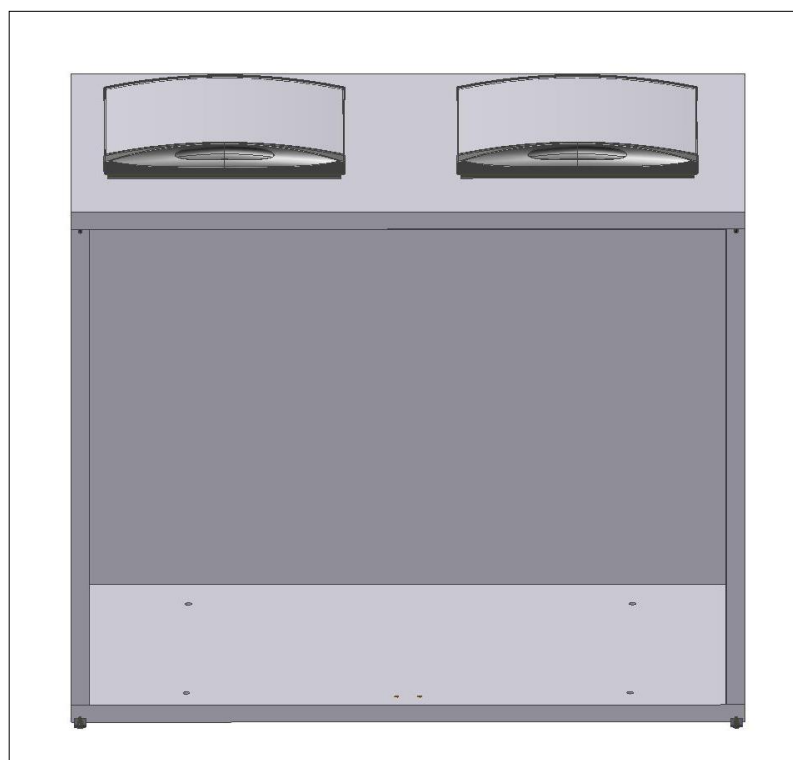

Fig. 7
- Placer **le panneau du dessus** sur les panneaux latéraux et sur le panneau arrière, serrer seulement le panneau arrière (Fig.7);